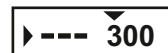

Рис.3
- 4) Наведите оружие на центр мишени и сделайте выстрел. Если точка попадания не совпала с точкой прицеливания, нажмите и удерживайте энкодер (9) для входа в меню.
6) Вращением энкодера выберите пункт "---" (новая дистанция) (см. рис.3).